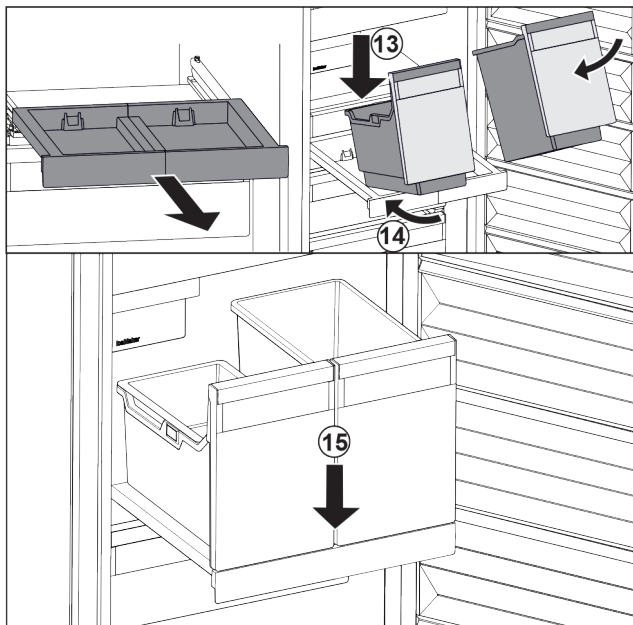

Fig. 31
- ▶ Nasadte nádobu šikmo na vysouvací desku. Fig. 31 (13)
- ▶ Zasuňte nádobu šikmo dozadu. Fig. 31 (14)
- ▶ Usadte vpředu nádobu. Fig. 31 (15)